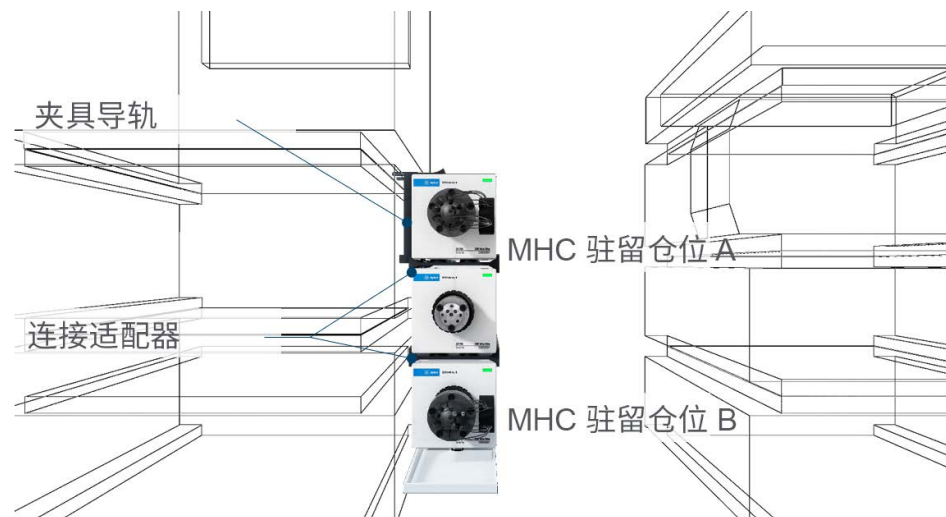

图 50 Bio 2D-LC 阀和 MHC 驻留仓位 (可选) 的安装和附件示意图
- 4 将连接适配器连接到其他每个外部阀驱动器，并根据第 96 页的图 50 中的位置进行安装。